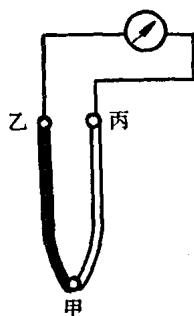

图1-4 热电偶温度计示意图
3. 热电偶温度计（见图1-4）把两根不同材质的金属丝的一端甲焊在一起作为热电偶，另一端乙和丙用两根导线接到检流计上（图1-4），把甲端放在高温地点，乙端和丙端放在室温不变的地点，这样由于冷端和热端的温度差，在不同金属的乙、丙两端间就产生了热电势，导线上就有电流流过，电流流过检流计就使指针移动。热点的温度越高，热点和冷端的温差越大，产生热电势越高，电流越大，指针移动得也越多。